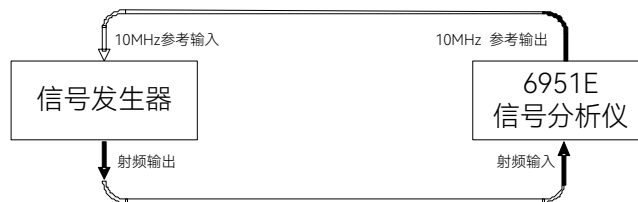

图7.14 相位噪声测试
- 1) 开机预热 30 分钟，按图 7.14 所示连接仪器，6951E 为信号发生器提供 10MHz 参考信号。设置信号发生器频率为 1GHz，功率为 0dBm。选择 6952F【频率】，设置中心频率为 1GHz，扫宽为 2.5kHz，选择【幅度】，设置参考电平为 0dB。